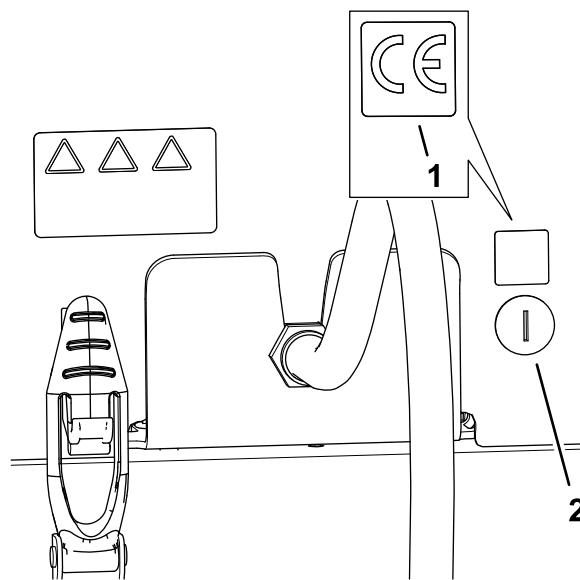

Figura 37
1. Folosiți alcool sanitar și o lavetă curată pentru a curăța zona capotei din apropierea clichetului capotei și lăsați capota să se usuce (Figura 37).